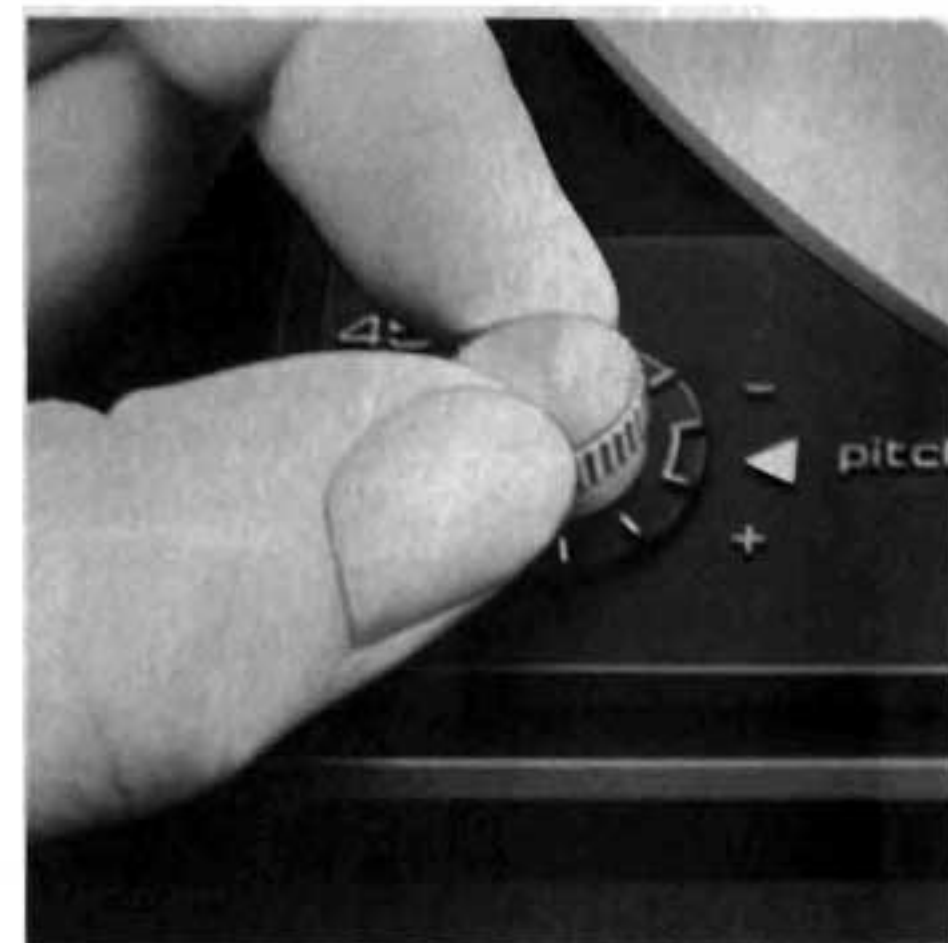

Fig. 13
Jede der beiden Normdrehzahlen 33 1/3 and 45 U/min kann mit der Tonhöhenabstimmung variiert werden. Die Einstellung erfolgt mit dem Drehknopf „pitch“ (3) (Fig. 13). Mit der Tonhöhen-Abstimmung lassen sich Tonlage und Tempi der Wiedergabe individuell regeln, z.B. wenn ein Instrument zur Schallplatte gespielt wird und die Tonhöhe der Platte darauf abgestimmt werden soll, oder einige Musiktakte genau auf die Länge einer Filmszene gebracht werden sollen.
Chacune des 2 vitesses normalisées 33 1/3 et 45 tr/mn peut être modifiée par le réglage de la hauteur du son (3) (Fig. 13).
Each of the two standard speeds (33 1/3 and 45 rpm) can be varied with the pitch control. Adjustment is made with pitch control knob (3) (Fig. 13).
Eik van de twee toerentallen 33 1/3 en 45 t.p.m. kan met de fijnregeling (3) worden veranderd. De bijregeling van het toerental geschiedt door middel van de knop "pitch" (3) (Fig. 13).
Cada una de las dos velocidades normalizadas de 33 1/3 y 45 r.p.m. puede ser modificada por medio del control de la altura tonal (3). El ajuste correcto se efectúa con el botón „pitch“ (3) (Fig. 13).
Skivspelaren har fininställning (3) av båda varvtalen 33 1/3 och 45 varv/min, som kan varieras. Inställning sker med "pitch"-ratten (3) (Fig. 13).
L'altezza del tono può essere variata in ognuna delle due velocità, 33 1/3 e 45 giri/min. La regolazione si effettua a mezzo della manopola "pitch" (3) (Fig. 13).